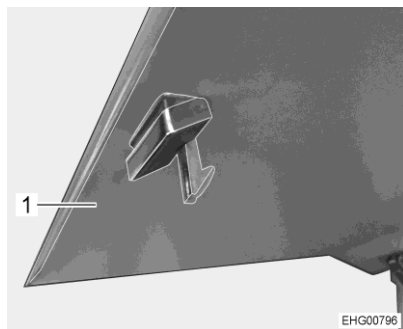

Fig. 68 Porte de placard
- Pousser la porte de placard (Fig. 68,1) vers l'intérieur. La porte de placard est déverrouillée.